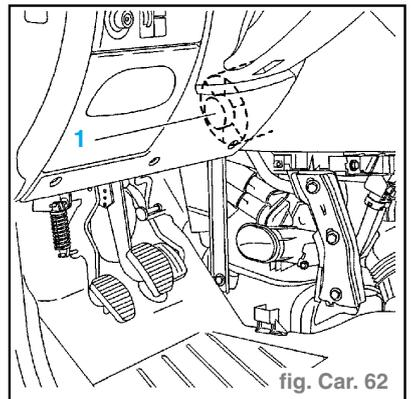

fig. Carr. 62
- déboîter la durit (11) (condenseur évaporateur),
- Pulseur (1). (fig. Carr. 62)